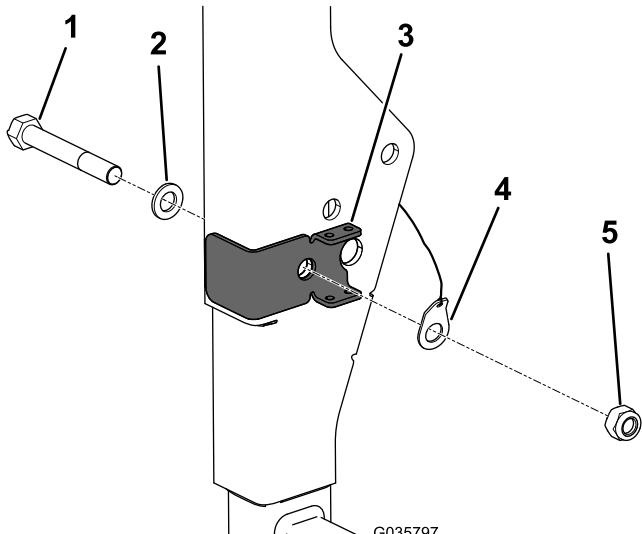

Figura 2
3. Alinee el taladro en el soporte del ROPS con el taladro en el ROPS e instale el perno nuevo con la arandela existente (Figura 2).